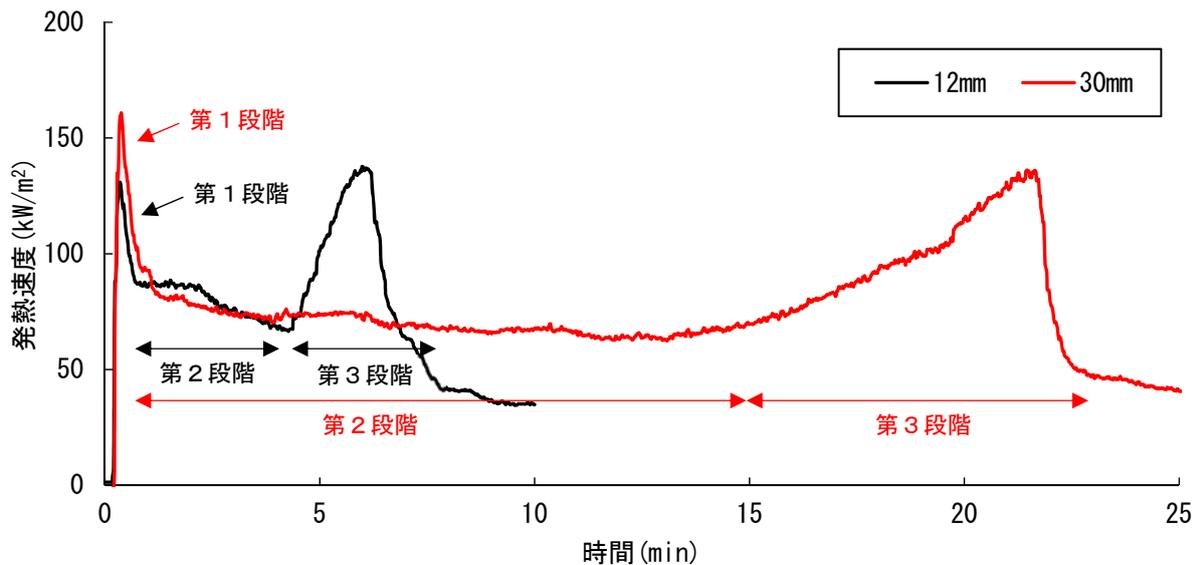

図 2 発熱速度³⁾の経時変化
(2) 試験方法と結果
一辺の長さが 100mm の正方形で厚さが 12mm と 30mm の無節の県産スギ板材（板目材）の発熱性試験を行った。その結果、木材の燃え方として①材料に着火して急激に燃焼し、表面に炭の層ができる段階、②材料の表面に炭の層が形成されたことで、熱源からの熱の伝わりが抑えられ、燃焼が緩やかに進行する段階、③材料の裏面側が断熱材で断熱されていることで熱の逃げ場がなくなり、材料内部の温度が上昇し急激に燃焼する段階の 3 つの段階を経て燃え尽きることが確認できた（図 2）。
また図 2 より厚さ 30mm の板材は、第 2 段階（緩やかに燃焼する段階）における時間が長くなることにより、燃え尽きるまでの時間が長くなることが明らかとなった。